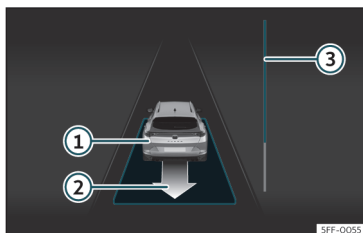

Fig. 193 En la pantalla del cuadro de instrumentos: desaparcar de un hueco en línea.
- Retroceda hasta que suene la señal continua del ParkPilot; **O BIEN**: dé marcha atrás hasta que en la pantalla del cuadro de instrumentos aparezca la indicación de dar marcha adelante. La barra de progreso » **fig. 193** 3 indica la distancia que hay que recorrer » pág. 297.